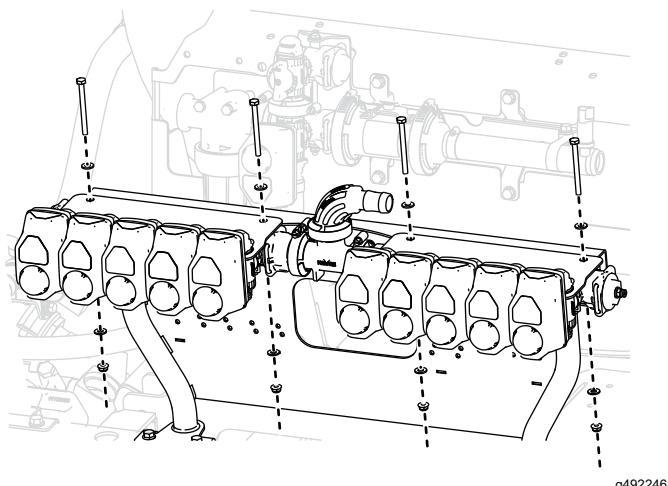

Bild 45
8. Montieren Sie die Überlaufhalterungen und die Verteilerbaugruppe mit vier Schrauben ($\frac{1}{4}'' \times 3''$), acht Unterlegscheiben ($\frac{5}{8}''$) und vier Sicherungsmuttern ($\frac{1}{4}''$) wie in Bild 45 dargestellt an der Ventilbefestigung.